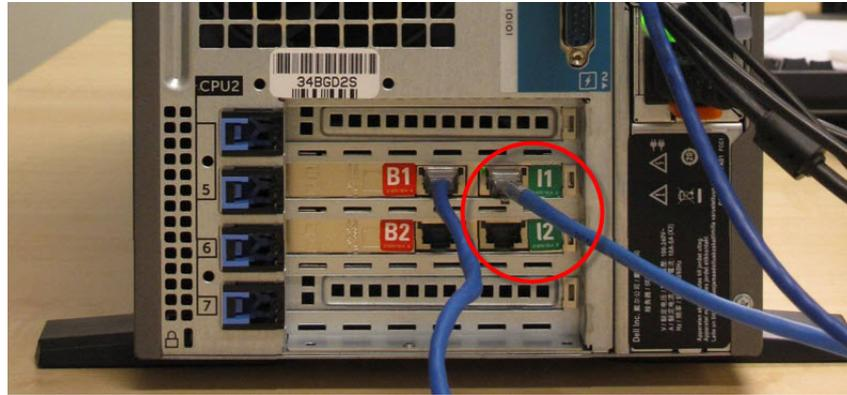

Figura 152: Portas de instrumento da estação de trabalho
3. Desconectar o cabo de rede do instrumento da porta rotulada **I1** ou **I2** na estação de trabalho primária, e então reconectar o cabo na mesma porta na estação de trabalho secundária. Consulte Figura 152.